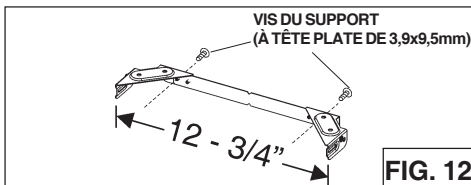

FIG. 12
1. Montez le support de montage du carneau en réglant la largeur extérieure comme indiqué. (Fig.12)